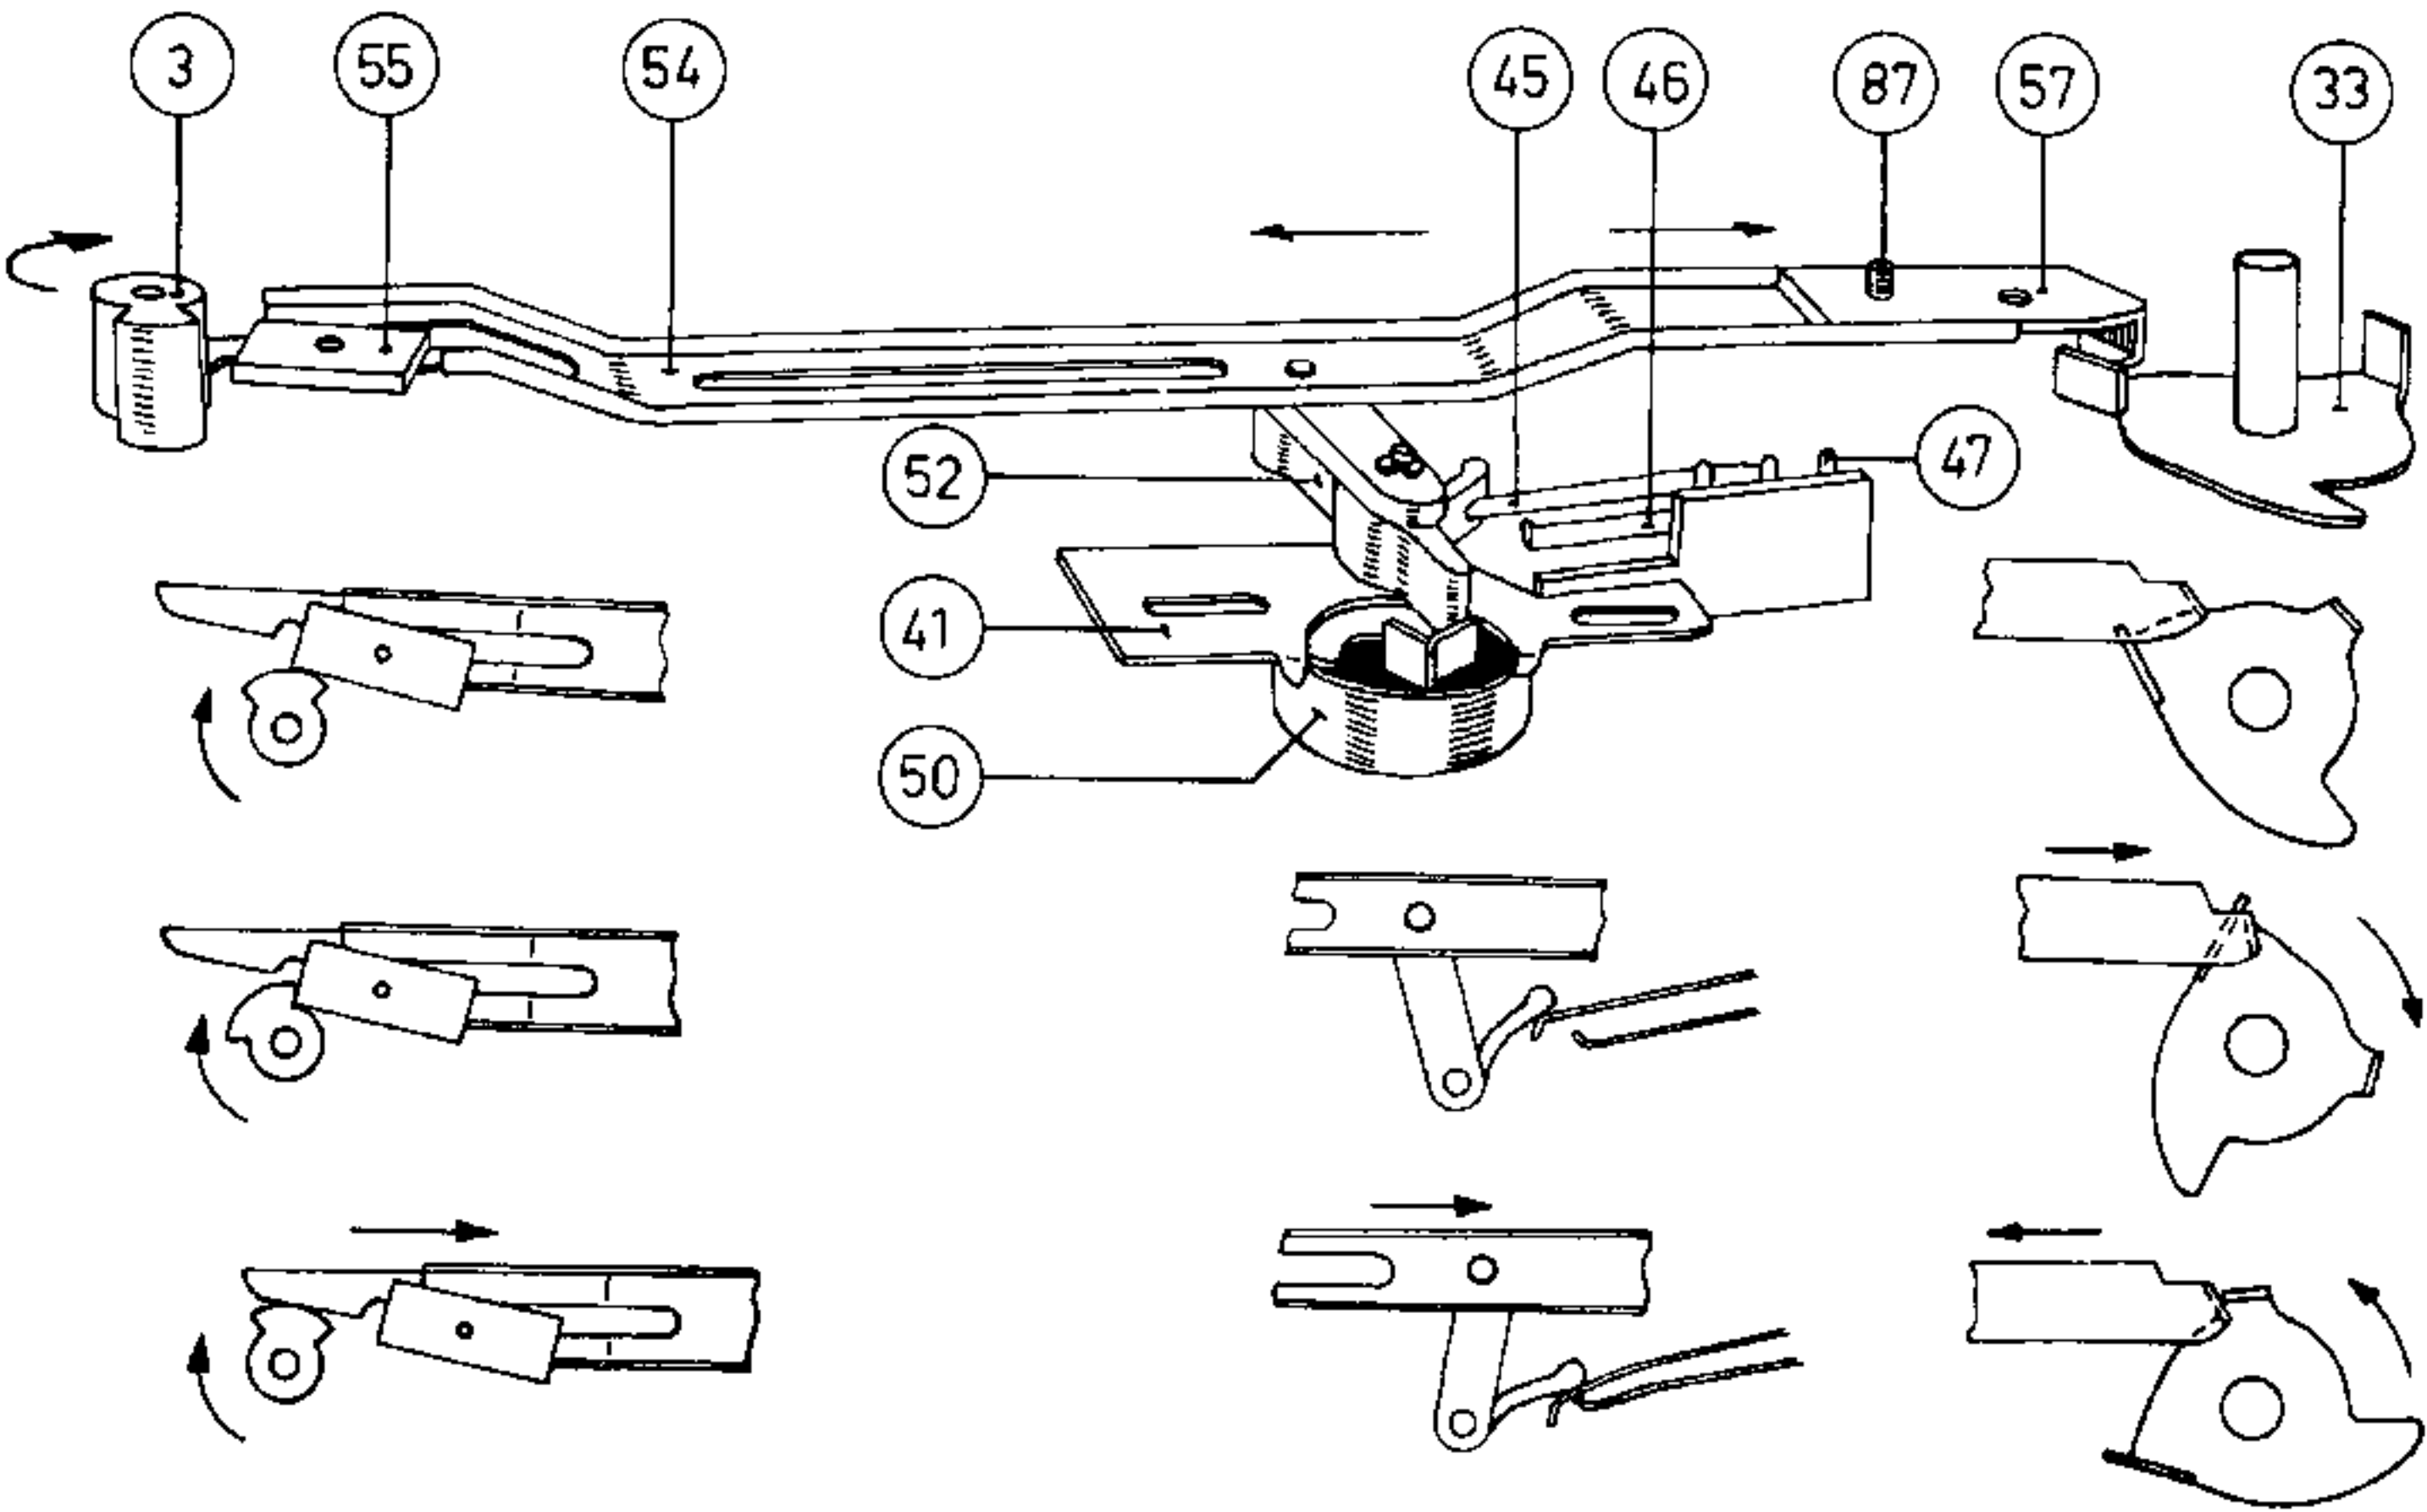

Fig.4
- B - HET IN- EN UITSCHAKELMECHANISME (Fig. 4)
- a: Door de P.U.-arm van het oplegpunt op te nemen en van de draaitafel af te bewegen, wordt de taster pos 54 door beugel 33 welke met de P.U.-arm verbonden is, in de richting van de as van de draaitafel gedrukt.
Gezien nu fig.4 draait de draaitafel rechtsom, dus ook de nok 3a draait rechtsom.
-b- Het draaipunt van de taster 54 moet loodrecht op het vlak van de montageplaat pos. 1 staan.
-c- Draai de twee schroeven waarmee beugel 41, (waarop de netschakelaar gemonteerd is) enige slagen los. (fig. 4).
Dit is in te stellen door na het losdraaien van de bevestigingschroef 87, de beugel 57 op taster 54 te verschuiven. (zie fig.4).